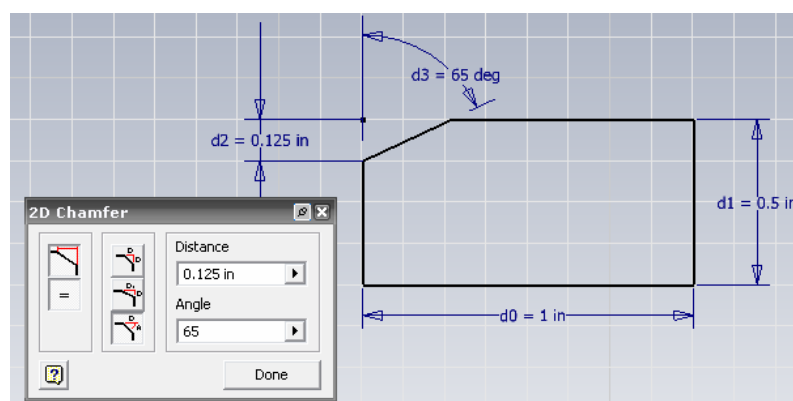

Figura 3.15 Achaflanado con una distancia y un angulo.
- Seleccione 2 líneas del rectángulo para realizar la operación, figura 3.15.